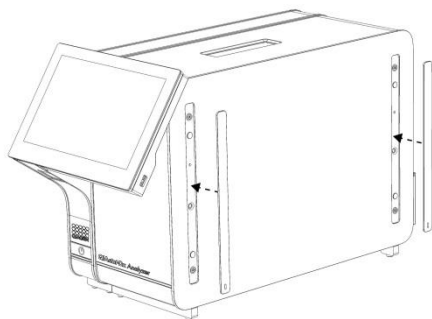

Figura 4. Recolocação das tampas protetoras.
4. Volte a colocar as tampas protetoras na parte lateral do módulo analítico (Figura 4).